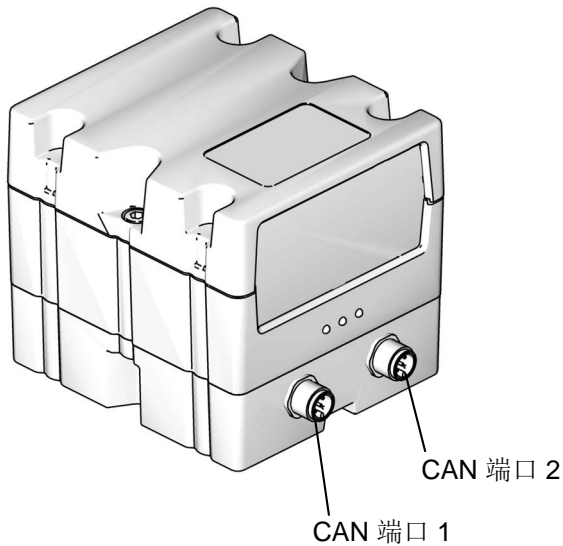

图 22: CGM CAN 连接
5. 从 CGM (U) 卸下检修盖。松开两个螺丝 (T) 并从基座 (S) 卸下 CGM (R), 如图 22 所示。